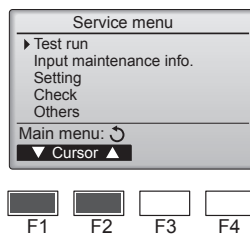

Fig. 8-1
- ① Selecteer "Test run" (Proefdraaien) in het Service-menu en druk op de toets [SELECTEREN]. (Fig. 8-1)